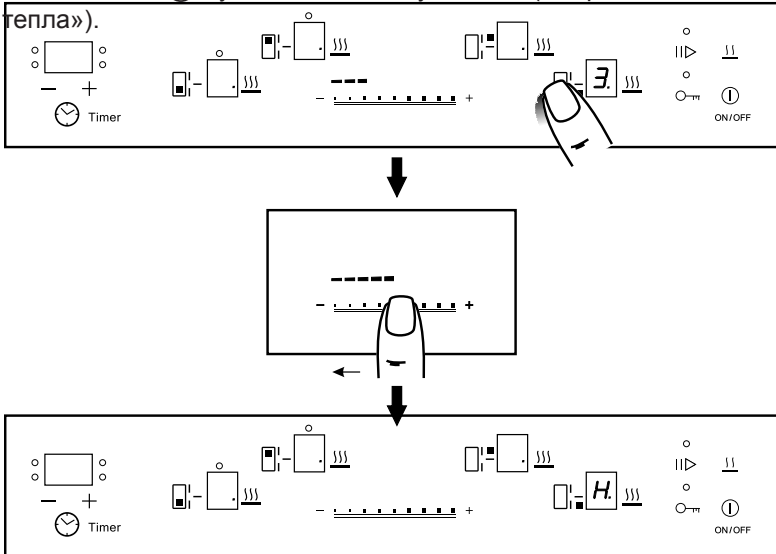

Рис. 15
1. Работавшую конфорку переведите касанием зоны ② в режим управления (рис. 15).
2. Перемещая палец по слайдеру ④, установите в окне индикации значение «0» - конфорка отключится. Если поверхность стола в зоне конфорки к этому времени сильно нагреется, в окне ③ будет светиться буква «Н» (см. раздел «Индикация остаточного тепла»).